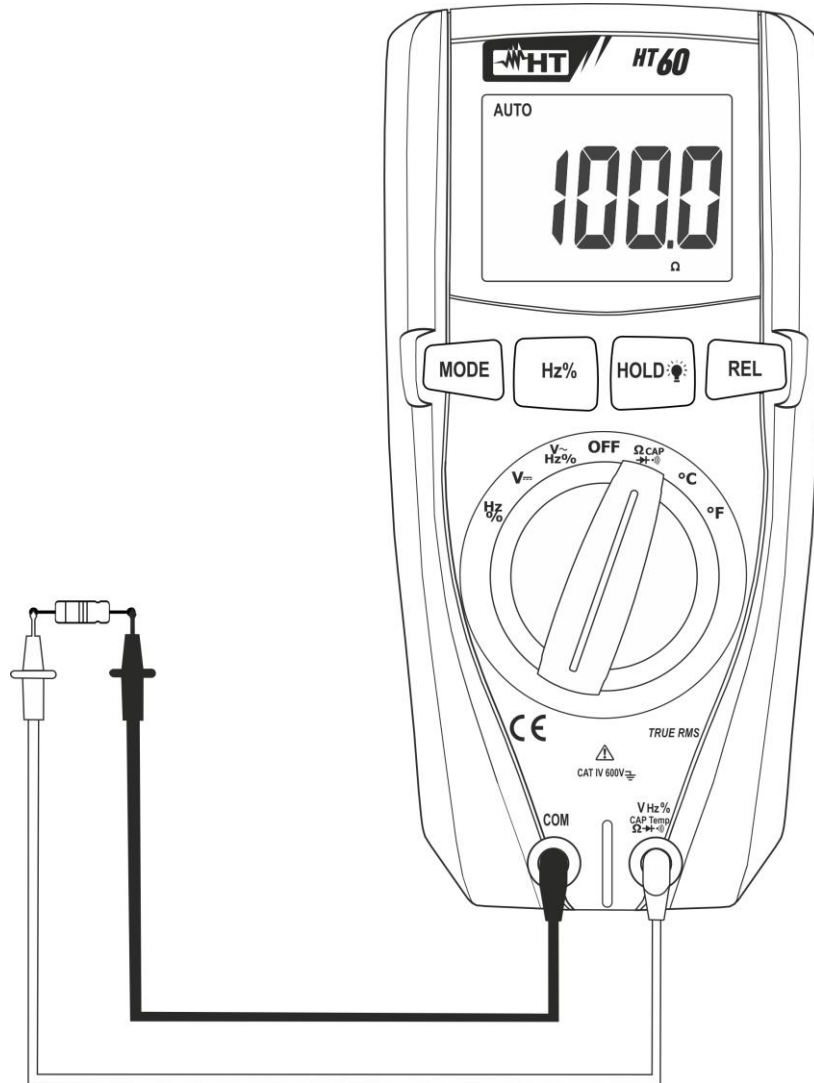

Fig. 4: Uso do instrumento para a medição de Resistências e Teste de Continuidade
3. Colocar as ponteiros nos pontos pretendidos do circuito em exame (ver Fig. 4). O valor da resistência é apresentado no display